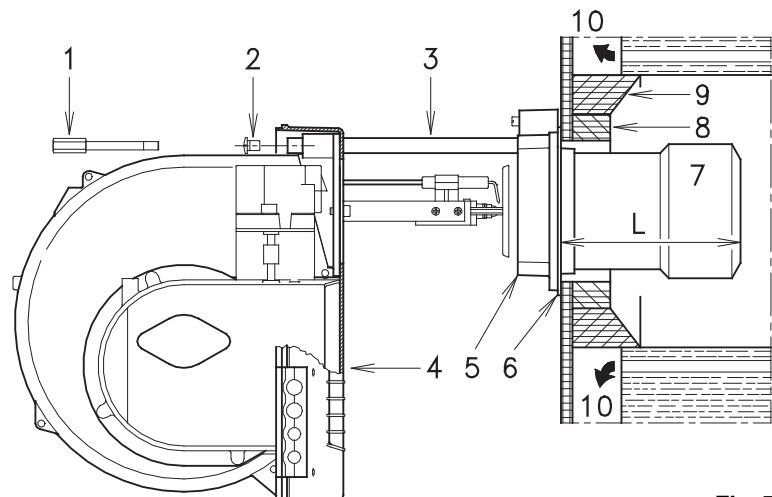

Fig. 7
LUNGHEZZA BOCCAGLIO (Fig. 7)
FISSAGGIO DEL BRUCIATORE ALLA CALDAIA (Fig. 7)
Separare la parte anteriore dalla parte posteriore come illustrato in Fig. 7.
Rimontare, infine, il bruciatore (4) (Fig. 7) sulle guide (3) e farlo scorrere fino alla flangia (5), tenendolo leggermente sollevato per evitare che il disco di stabilità fiamma entri in contrasto con il boccaglio.
BLAST TUBE LENGTH (Fig. 7)
SECURING THE BURNER TO THE BOILER (Fig. 7)
Separate the front from the rear section as shown in Fig. 7.
Finally remount the burner (4) (Fig. 7) on the slide bars (3) and slide it up to the flange (5), keeping it slightly raised to prevent the flame stability disk from pressing against the blast tube.